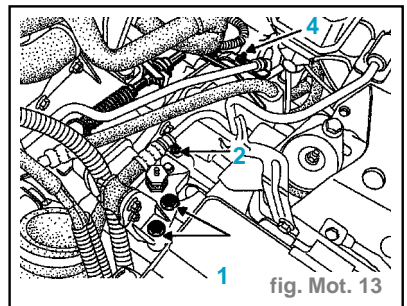

fig. Mot. 13
- le support du conduit d'air en **(1)** sur la boîte de vitesses (fig. Mot. 13),
- les fixations **(3)** et **(4)** de la canalisation basse pression de direction assistée et l'écarter (fig. Mot. 13 et 14),